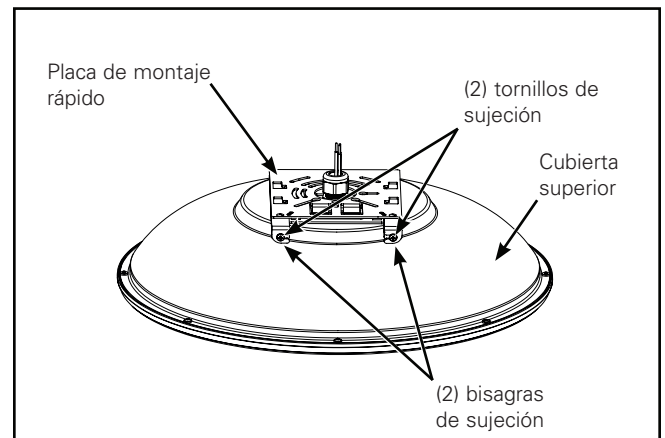

Figura 1.
1. Afloje (no extraiga) los dos tornillos de sujeción (Figura 1). Balancee las bisagras de sujeción hacia la derecha o la izquierda hasta que se detengan.
2. Coloque la cubierta de protección, el collar y la cubierta de protección giratoria en el vástago. (Figura 1.)
3. Atornille (1) tuerca de sujeción en el extremo roscado del vástago en la parte superior del roscado.
5. Deslice (1) arandela y (1) tuerca de sujeción en la parte inferior del vástago y ajuste a un mínimo de 3 vueltas completas.